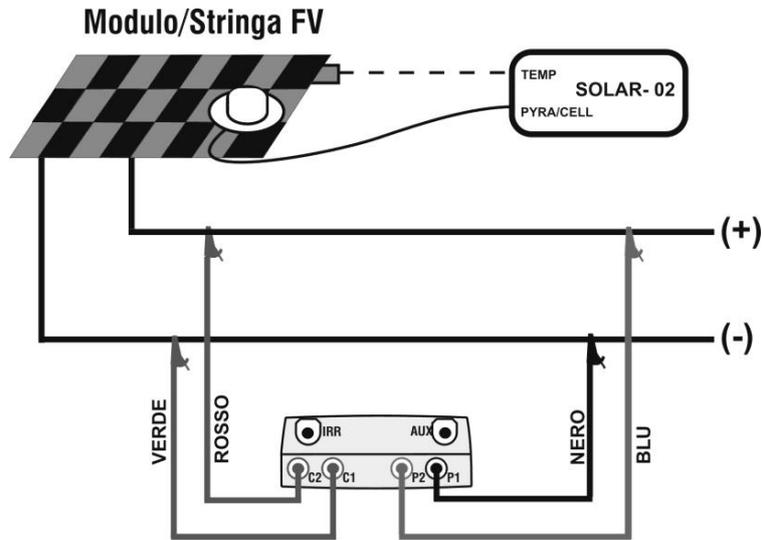

Fig. 11: Ligação do instrumento ao painel/bateria de painéis (stringa) FV
22. Ligar o instrumento ao painel/bateria de painéis (stringa) em teste como se mostra na seguinte Fig. 11. Em particular, ligar o pólo Negativo na saída do painel/bateria de painéis (stringa) aos terminais P1, C1 e o pólo Positivo na saída do painel/bateria de painéis (stringa) aos terminais P2, C2. Na modalidade de ativação da medição “**Auto**” é recomendado o uso do acessório opcional KITKELVIN.